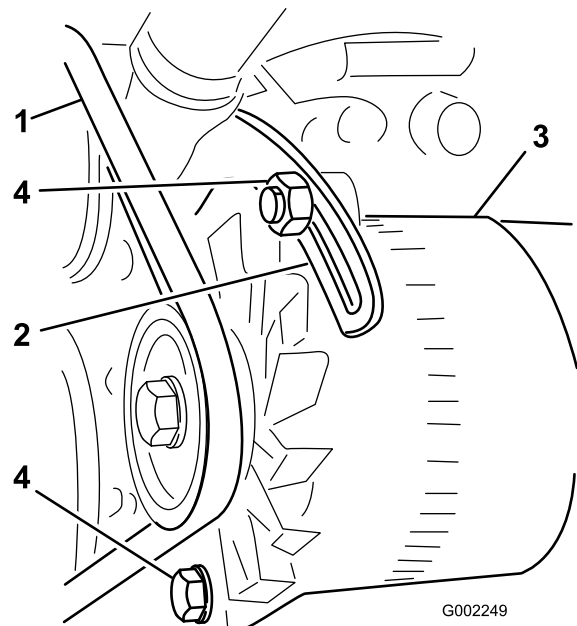

Figure 91
3. Desserrez le boulon au point de pivot de l'alternateur; desserrez le boulon qui fixe l'alternateur au renfort fendu (Figure 91).